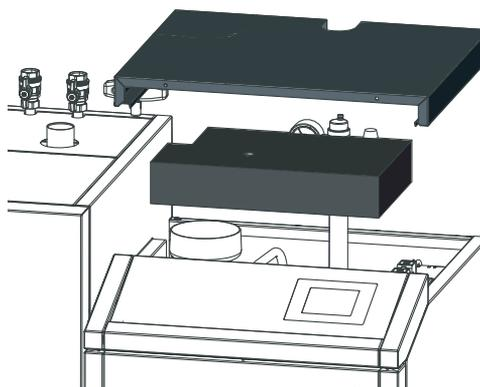

Fig. 47 Togliere il coperchio del rivestimento, rimuovere l'isolamento
- ▶ Togliere il coperchio del rivestimento e rimuovere l'isolamento sopra il coperchio delle superfici riscaldanti. – Fig. 47.